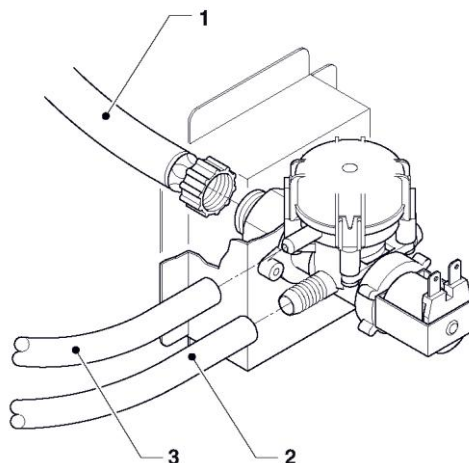

Рис. 19
Выполняйте подключения с использованием труб $\frac{3}{4}$ дюйма, способных выдерживать давление в водопроводной сети (т.е. с минимальным внутренним диаметром 6 мм (см. рис. 19)).
- ослабьте крепление, предназначенное для крепежа к трубке подачи воды соленоидного клапана для сброса остаточного давления, и завинтите крепление снова (см. рис. 19);